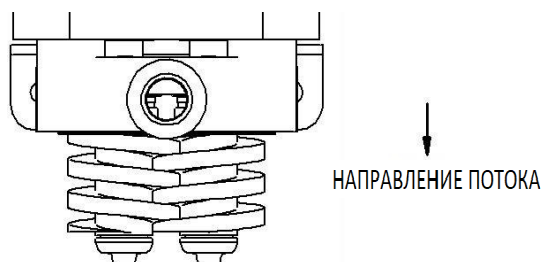

Рис. 40 – Сборка винта тип 2
- Тип 2: электродвигатель вращается против часовой стрелки. Положение винтов и направление потока показаны на рис. 40, напорная сторона со стороны насоса.